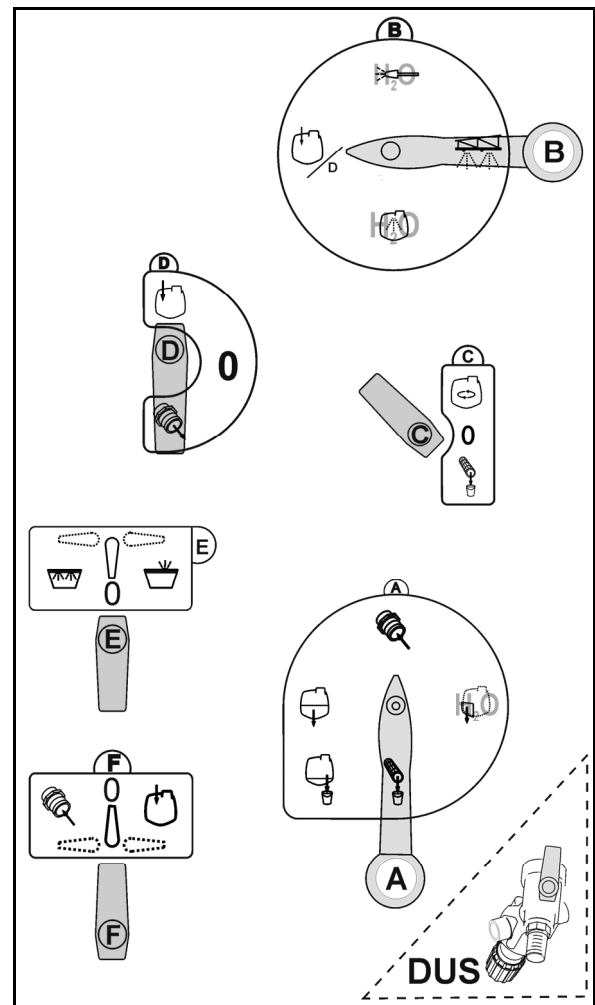

Fig. 13
5. Sæt skiftehaneerne på betjeningsenheden i den angivne position (Fig. 13):